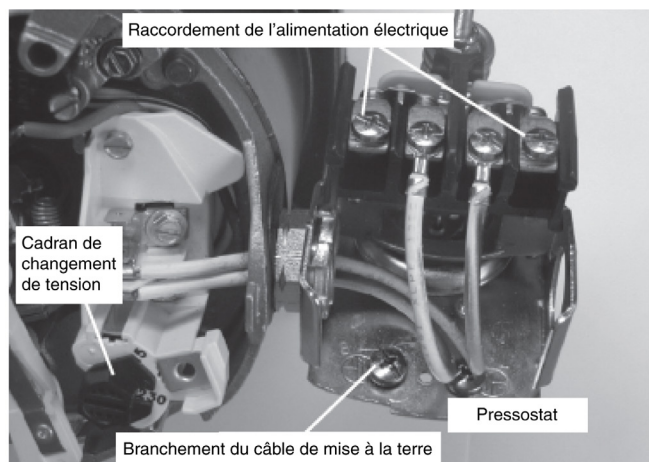

Figure 16 : Tension réglée à 230 V, type de cadran
3. Fixez les fils d'alimentation entrants aux deux vis extérieures du pressostat, comme illustré à la figure 16.
4. Fixez le fil de terre à l'un des raccords de mise à la terre, comme illustré à la figure 16.
1. Raccordez d'abord le fil de terre comme illustré à la figure 16. Le fil de terre doit être un fil de cuivre massif d'un calibre identique ou supérieur à celui des fils d'alimentation.
4. Raccordez les fils d'alimentation au pressostat comme illustré à la figure 16.